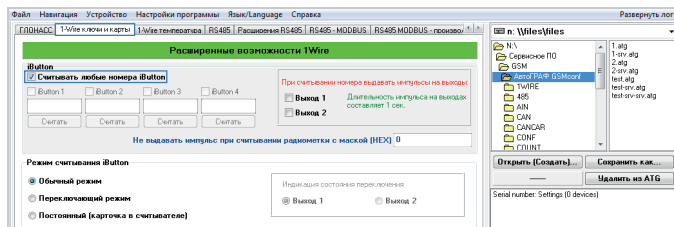

Рис.23. Настройка шины 1-Wire контроллера АвтоГРАФ на считывание любых номеров.
Для корректной работы со считывателем по шине 1-Wire интерфейс 1-Wire контроллера АвтоГРАФ обязательно должен быть настроен. Соответствующие настройки можно выполнить при помощи программы AG.GSMConf на вкладке «1-Wire ключи и карты» (Рис.23):
- Если в настройках разрешено считывание любых номеров iButton, то контроллер будет считывать и записывать в память номера любых подключаемых карт и время их регистрации. Для включения этой настройки установите галочку напротив опции «Считывать любые номера iButton» и сохраните настройки (Рис.23).